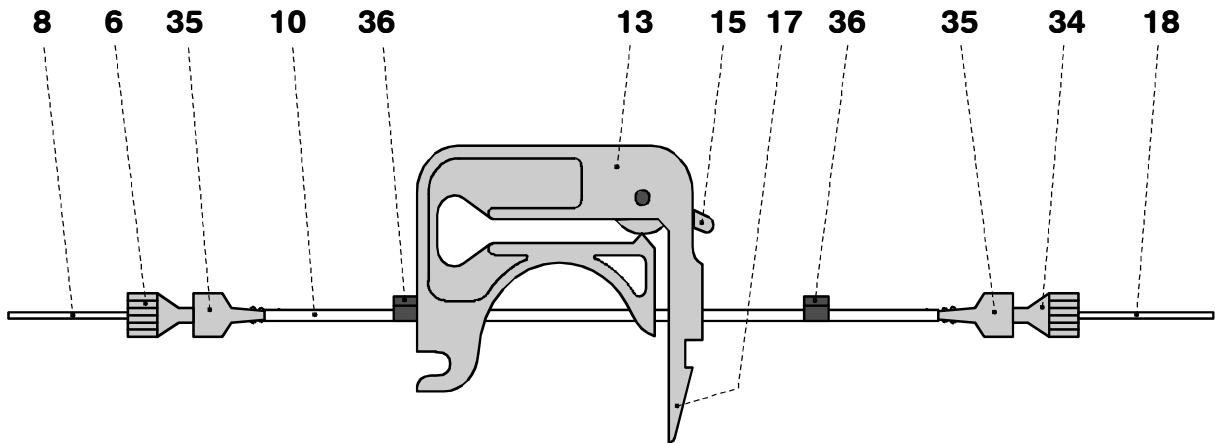

Abb. 9: Pumpschlauch montieren
- Pumpschlauch **10** gemäss *Abb. 9* in die Schlauchkassette **13** einlegen. Der schwarz-schwarze Stopper **36** muss dabei in der entsprechenden Halterung auf der linken Seite der Schlauchkassette einrasten.